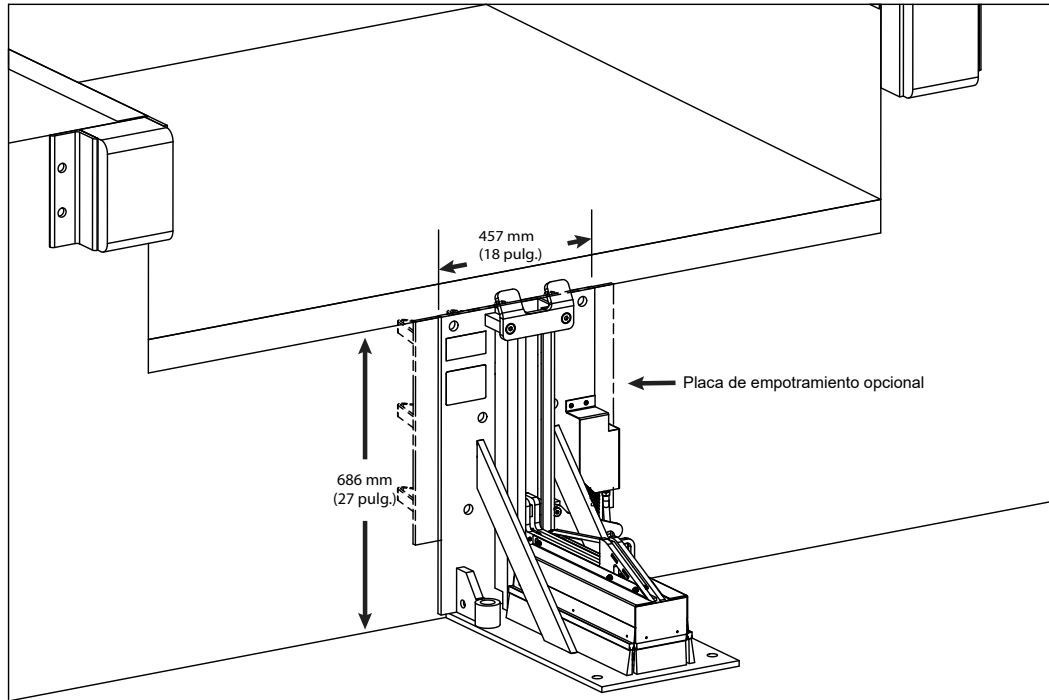

Figura 7
Si hay una placa de empotramiento opcional, suelde tres lados de la placa trasera del PowerStop a la placa de montaje empotrada con diez (10) soldaduras de filete de 6.4 mm (1/4 pulg.) de 102 mm (4 pulg.). Consulte la Figura 7.